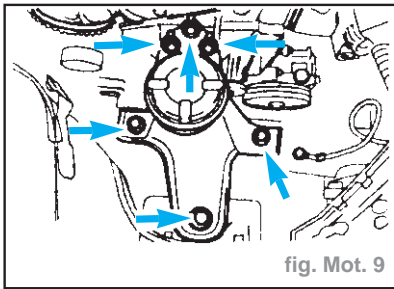

fig. Mot. 9
- Déposer le support moteur avant (fig. Mot. 9).